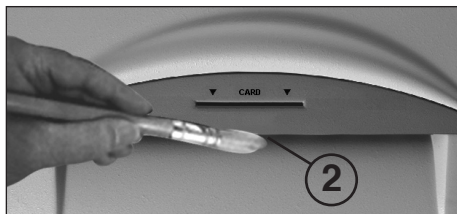

fig. 4
**LIMPIEZA DE LAS FOTOCÉLULAS (Fig. 4):**